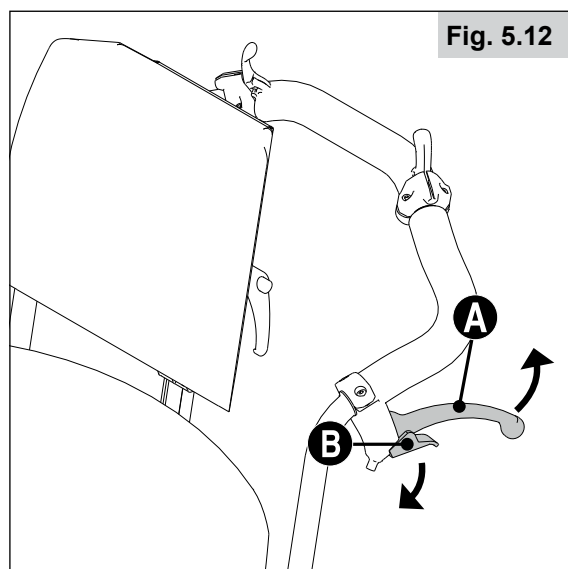

Fig. 5.12
Trommelremmen helpen een begeleider om veilig en goed te remmen. U kunt deze ook gebruiken met behulp van een vergrendeling (B) om te voorkomen dat u weggrolt. U moet de hendel in zijn plaats horen klikken. Trommelremmen werken onafhankelijk van de luchtdruk in de banden (fig. 5.12).